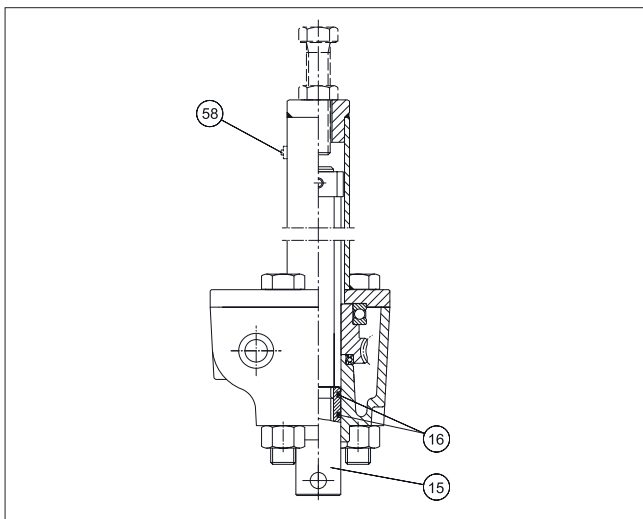

Fig. 25 Manuell överväxel
Det sker en viss luftavtappning genom spindelgången och övertrycksventilen (58) när tätningssliden (15) med O-ringarna (16) är placerad inuti cylindern. Detta är alltså när ventilen har manövrerats manuellt till öppet läge under tryckluftsförlust och lufttrycket sedan återställs. För att stoppa läckaget, manövrera den manuella åsidosättningen till stängt läge. Se fig. 25